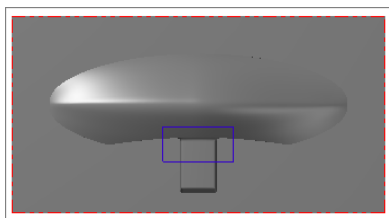
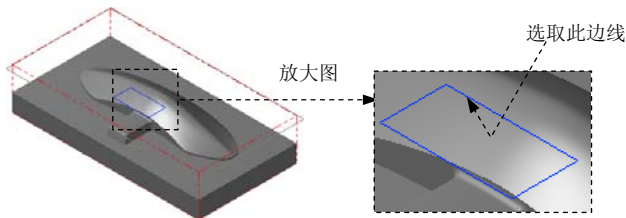

图 9.17 绘制边界 (顶视图)
图 9.18 绘制矩形边界 (等角视图)
Step1. 绘制边界。单击顶视图  按钮, 选择   命令, 系统弹出 “矩形” 工具栏。在 “矩形” 工具栏中  后的文本框中输入 60, 在  后的文本框中输入 -30, 按 Enter 键。在绘制区域单击确定矩形的放置位置 (图 9.17), 单击  按钮, 完成矩形边界的绘制, 结果如图 9.18 所示。
(2) 设置加工边界。在 **边界范围** 区域中单击  按钮, 系统弹出“串连选项”对话框。在图形区中选取图 9.18 所示的边线, 单击  按钮, 系统返回至“刀具路径的曲面选取”对话框。